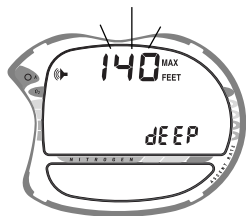

Fig. 20 - Tiefen Alarm
- Die Anzeige **MAX M** (oder FEET) und **dEEP** sowie das Alarm Icon erscheint, der Wert des **Max Depth** blinkt (Fig. 20).